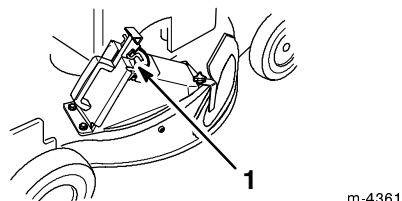

Figure 52
6. Relâchez le verrou du volet pour qu'il vienne s'accrocher sur les languettes de l'obturateur (Fig. 52).